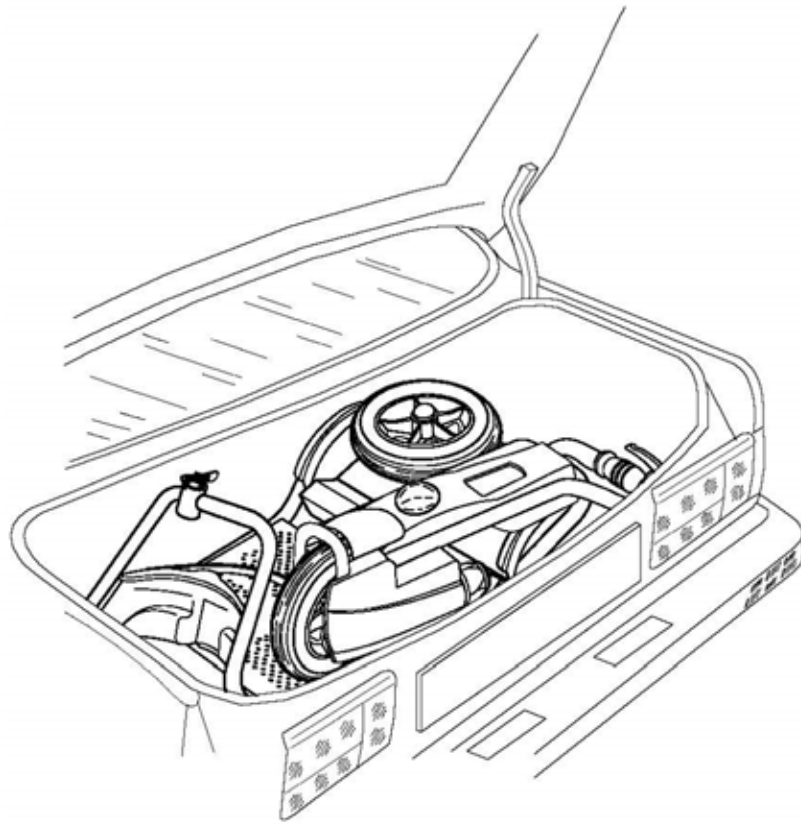

Figure 20.
**CHAPTER 6 - STORING IN CAR****See Fig. 20**